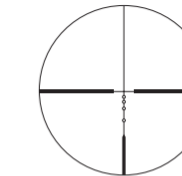
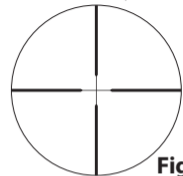
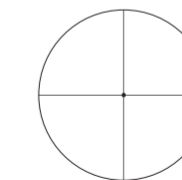
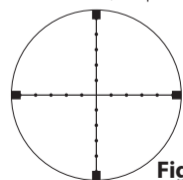

Fig. 3-4
Fig. 3-5
Fig. 3-6
Fig. 3-7
(2) Focalização
- 1 Olhe através da ocular com o olho afastado cerca de 10 cm (4 pol.) para ver o retículo BDC (Fig. 3-4), o retículo Duplex (Fig. 3-5), o retículo Crosshair Fino com Ponto (Fig. 3-6) ou o retículo Mildot (MIL padrão) (Fig. 3-7). Certifique-se de que o olho está posicionado no alinhamento correto e com um alívio de olho (distância entre o olho e a ocular) adequado, caso contrário, a visualização “escurece”.
(3) Ampliação
Segurando o botão com os dedos para evitar o deslocamento do anel de escala alinhado, gire o parafuso no topo do botão no sentido anti-horário com a chave Allen fornecida ① até que o parafuso saia. Em seguida, retire o botão (Fig. 3-5).